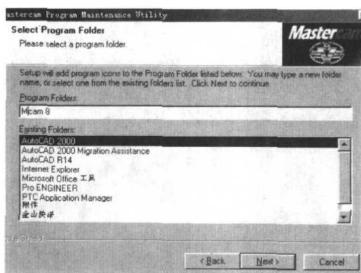

图 1-7
6) 选文件夹(子目录), 设置为 Mcam 8, 选 **Next >**(下一步), 如图 1-7 所示。